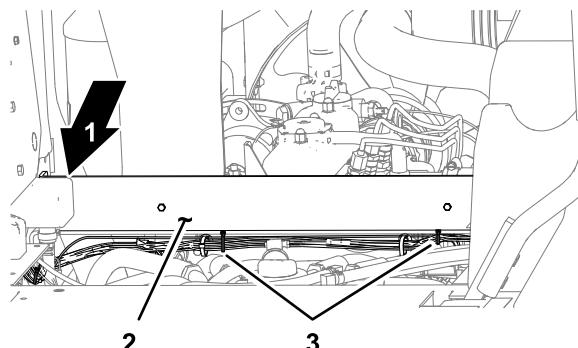

Рисунок 18
- Под поперечным швеллером прикрепите жгут проводов питания к жгуту проводов машины с помощью 2 кабельных стяжек, как показано на Рисунок 18.